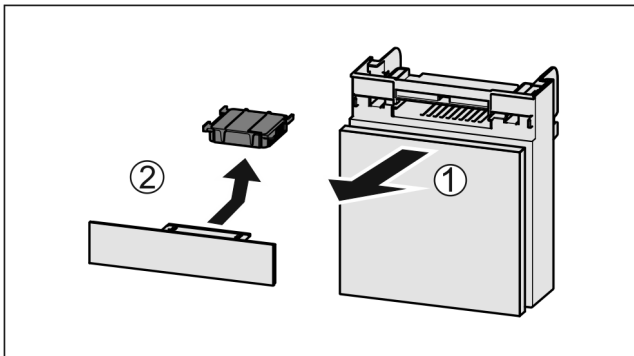

Fig. 74
- ▶ Fach nach vorne herausziehen Fig. 74 (1).
- ▶ Aktivkohlefilter entnehmen Fig. 74 (2).